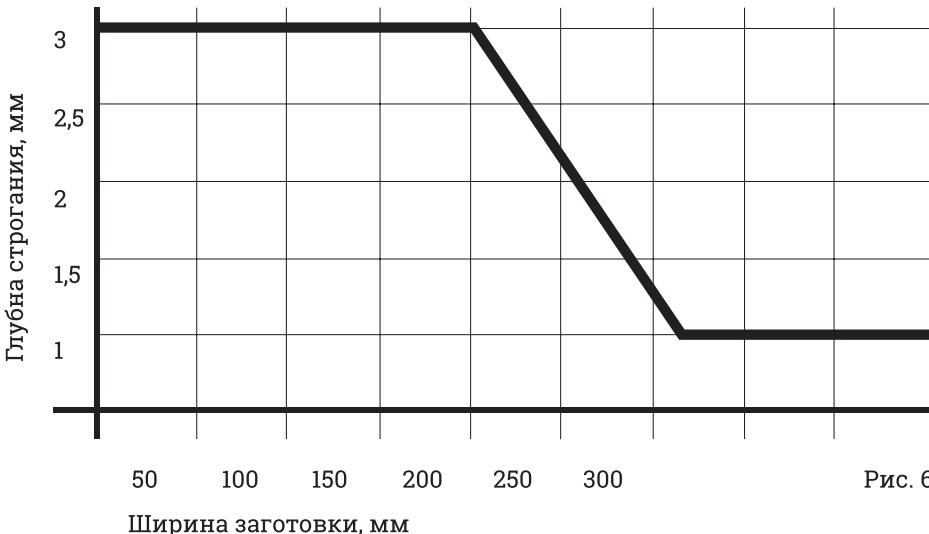

Рис. 6
- Для получения наилучших результатов строгайте заготовку до нужной толщины с обеих сторон. Соблюдайте соотношение между глубиной строгания и шириной заготовки, изображенное на рис. 6.